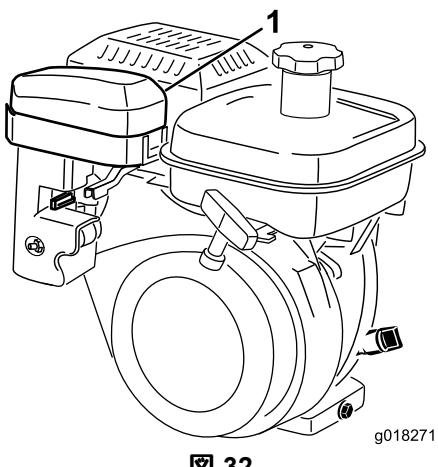
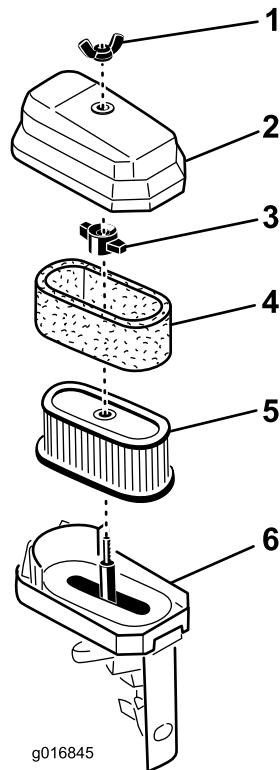

図 32
図 33
3. カバーを丁寧に清掃する図 32と図 33。
4. スポンジを点検し、汚れていればペーパーエレメントから外す図 33。スポンジをきれいに洗う。